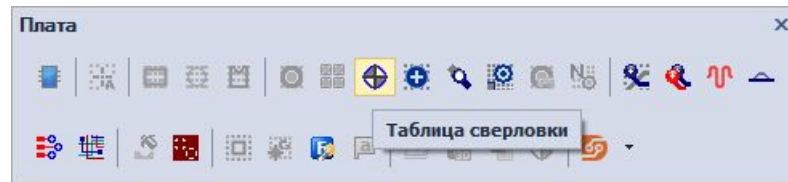

Рис. 38 Панель инструментов «Плата». Инструмент «Таблица сверловки»
2. На панели инструментов «Плата» выбрать инструмент «Таблица сверловки», см. Рис. 38.